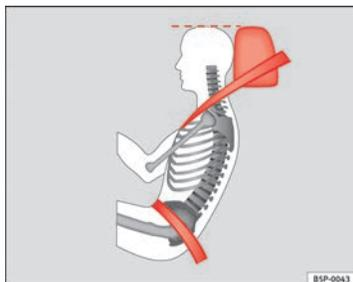

Fig. 13 Nastro della cintura di sicurezza e poggiatesta (visti di lato) posizionati correttamente
- Il tratto addominale del nastro deve passare sul bacino e non sull'addome. La cintura di sicurezza deve aderire bene al bacino ⇒ fig. 13. Se necessario si deve tendere un po' la cintura tirandola con la mano.